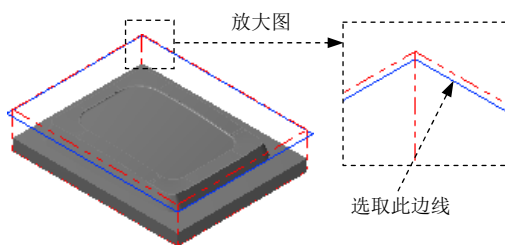

图 5.10 选取切削范围
(2) 设置加工边界。在 Containment boundary 区域中单击按钮, 系统弹出“串连选项”对话框。在图形区中选取图 5.10 所示的边线。单击按钮, 系统返回至“刀具路径的曲面选取”对话框。